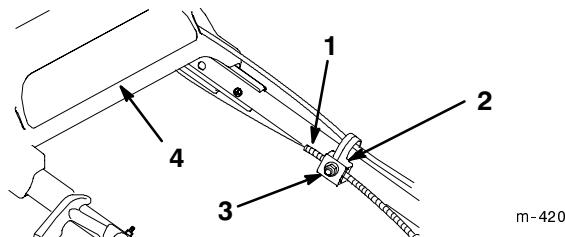

Figure 23
- Desserrer l'écrou du support de câble (Fig. 23).
5. Maintenir toujours le support de traction enfoncé, et tirer la gaine de câble vers le bas (vers la tondeuse) jusqu'à ce que le mancheron supérieur se soit rétracté le plus loin possible, et qu'il n'y ait plus de mou dans le câble (Fig. 23).
7. Resserrer l'écrou du support de câble (Fig. 23).